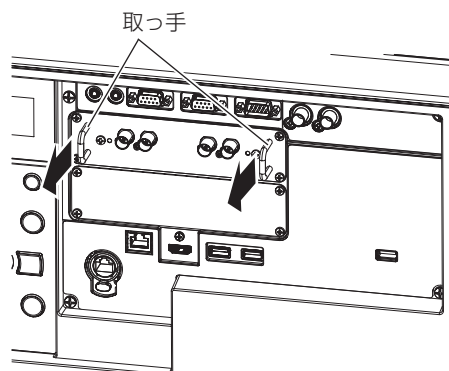

図1
1) スロットカバーを取り外す（図1）
1) インターフェースボードを取り外す (図1)